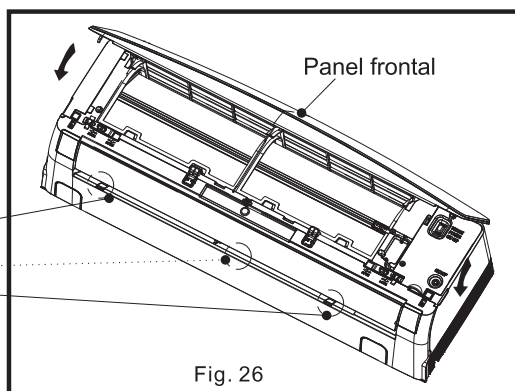

Fig. 26
- 12) Cierre el panel frontal como se muestra en la Fig. 26.